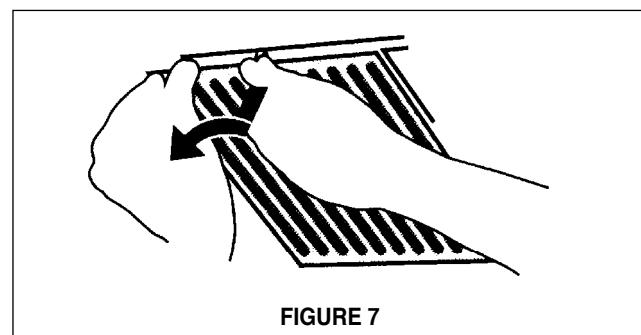

FIGURE 7
- Installer les filtres. Note : Lors de l'installation du filtre, tirer/faire tourner le bouton avec une main, et tenir le filtre en place avec l'autre main pour qu'il ne tombe pas sur la table de cuisson. Saisir l'un des filtres de telle sorte que le bouton soit orienté vers le bas et vers l'arrière de la hotte (**de la FIGURE 7**). Insérer l'extrémité du filtre ne comportant pas le bouton dans la rainure de retenue à l'avant de la hotte. Tirer sur le bouton et le tourner vers la gauche (sens antihoraire) de telle sorte que le levier de verrouillage ne fasse pas saillie hors du filtre. Insérer l'extrémité comportant le bouton dans la rainure de retenue à l'arrière de la hotte. Tourner le bouton vers la droite (sens horaire) pour verrouiller le filtre en place.